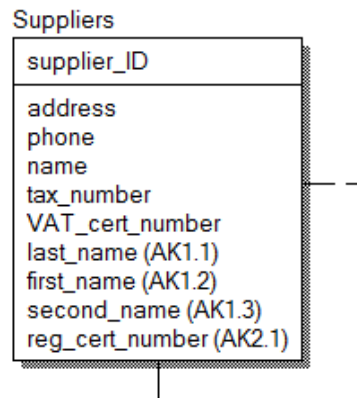

Рисунок 8
2) міграція первинного ключа і не ключових атрибутів в ієрархії успадкування від нащадків до предку (рисунок 8);